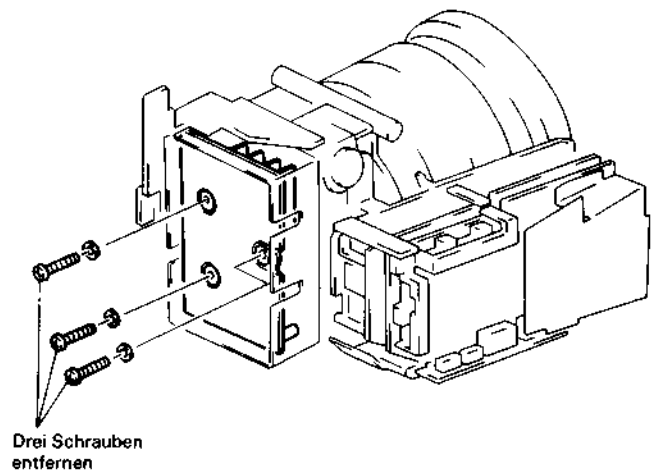

Abb. 2.35 Ausbau der Sensor-Leiterplatte
6. Die drei (3) Befestigungsschrauben der Sensor-Leiterplatte entfernen (siehe Abb. 2.35).